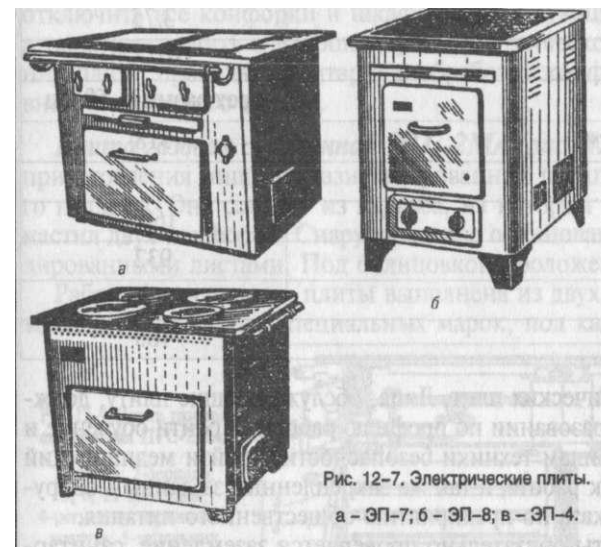

Рис. 12-7. Электрические плиты.
**Электрические плиты ЭП-4, ЭП-7, ЭП-8 (рис. 12-7).** Эти плиты аналогичны по конструкции плите ЭП-2М, но имеют меньшие размеры. Они применяются на небольших предприятиях общественного питания. У плиты ЭП-4 четыре круглые конфорки и жарочный шкаф, у плиты ЭП-7 две прямоугольные конфорки и жарочный шкаф, у плиты ЭП-8 одна прямоугольная конфорка и жарочный шкаф. В жарочных шкафах терморегуляторы не устанавливаются. Вверху и внизу шкафа обогревается тенами. Под жарочным настолом установлен поддон для сбора пролитой жидкости.